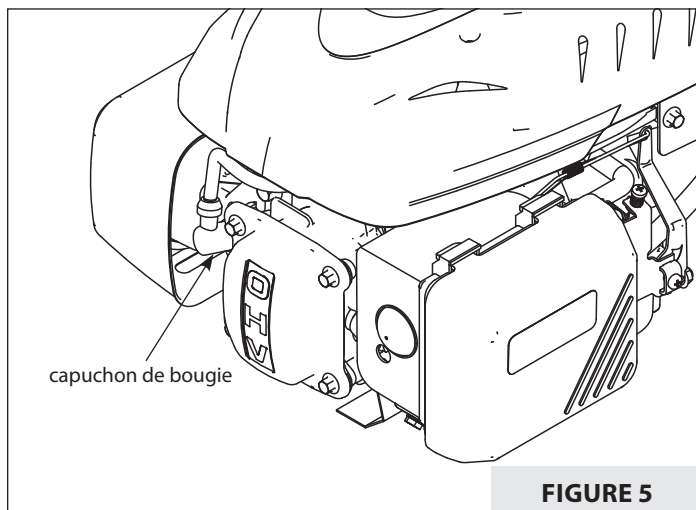

FIGURE 5
1. Débrancher le câble de bougie et l'écarter de la bougie. Si le moteur est équipé d'une batterie, débrancher à la borne négative. **VOIR FIGURE 5.**
La bougie recommandée est une DK7RTC. La bougie se trouve sur la gauche du couvercle des soupapes. **VOIR FIGURE 5.**